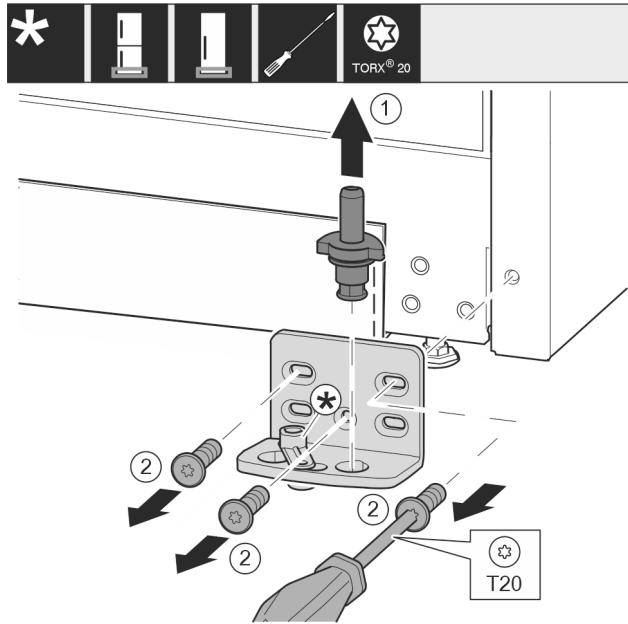

Fig. 10
- Опорный палец полностью извлеките движением вверх. Fig. 10 (1)
- Открутите винты отверткой T20 и снимите опорный кронштейн. Fig. 10 (2)